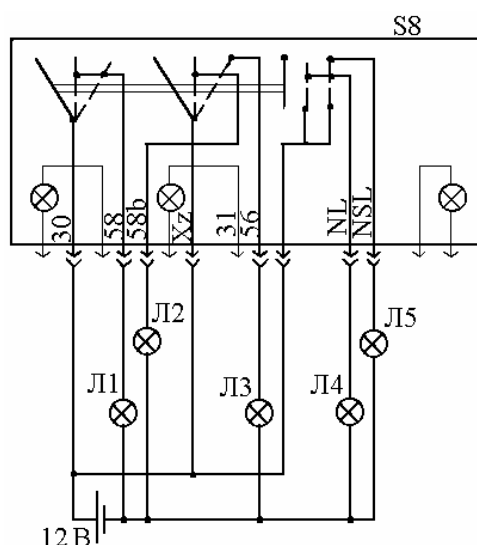

Рис. 9. Проверка работоспособности центрального переключателя света
4.2.4.2. К штекерам соединительной колодки переключателя подключить питание от аккумуляторной батареи и электролампы, как показано на рис. 9.
Каждому положению переключателя соответствует определённая лампа (рис.9):